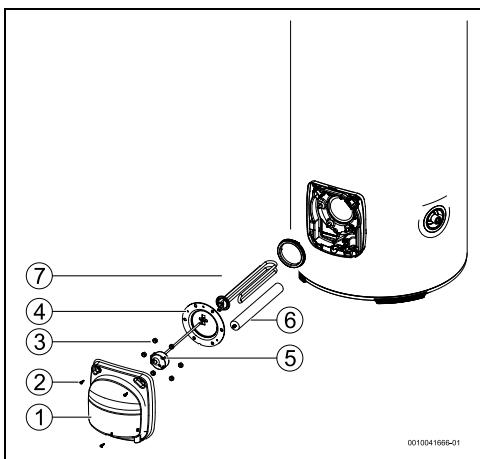

Fig. 8
- Ajustar el termostato a la temperatura máxima, girar el controlador de temperatura hacia la izquierda hasta que se detenga (→ fig. 8)